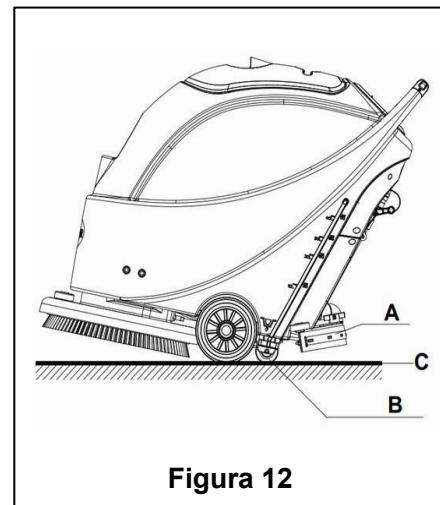

Figura 12
8. Rilasciare l'interruttore di sicurezza (1) per interrompere la spazzola/cuscinetto e l'elettrovalvola.
9. Premere l'interruttore dell'aspiratore (42) in posizione "O"; l'aspiratore ritarderà di 5 secondi prima di interrompersi.
10. Premere l'interruttore di controllo del diffusore d'acqua (44) in posizione "O" per interrompere completamente il funzionamento dell'elettrovalvola.
11. Premere l'interruttore (41) in posizione "O".
12. Usare la maniglia di sollevamento del tergipavimento (14) per sollevare il tergipavimento.
13. Afferrare il manubrio (2) e gentilmente rovesciare all'indietro l'apparecchio finché la ruota di guida (B) non tocca il pavimento. Vd. Figura 12.